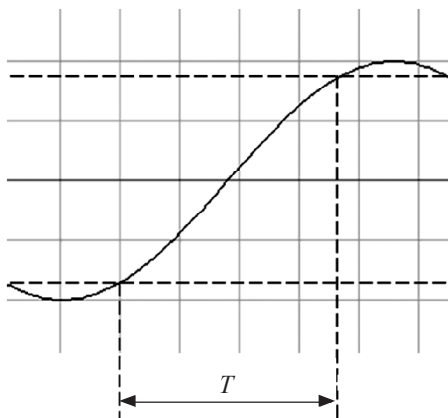

Рис. 5. Измерение времени нарастания
- ж) ручкой « \longleftrightarrow » совместите точку уровня 0,1 с одной из вертикальных линий шкалы экрана ЭЛТ в левой части экрана (рис. 5);
Пример. Расстояние по горизонтали между точками сигнала на уровнях 0,1 и 0,9 равно 3,6 деления (рис. 5). Переключатель «ВРЕМЯ/ДЕЛ.» установлен в положение «0,5 μ s», использована растяжка.